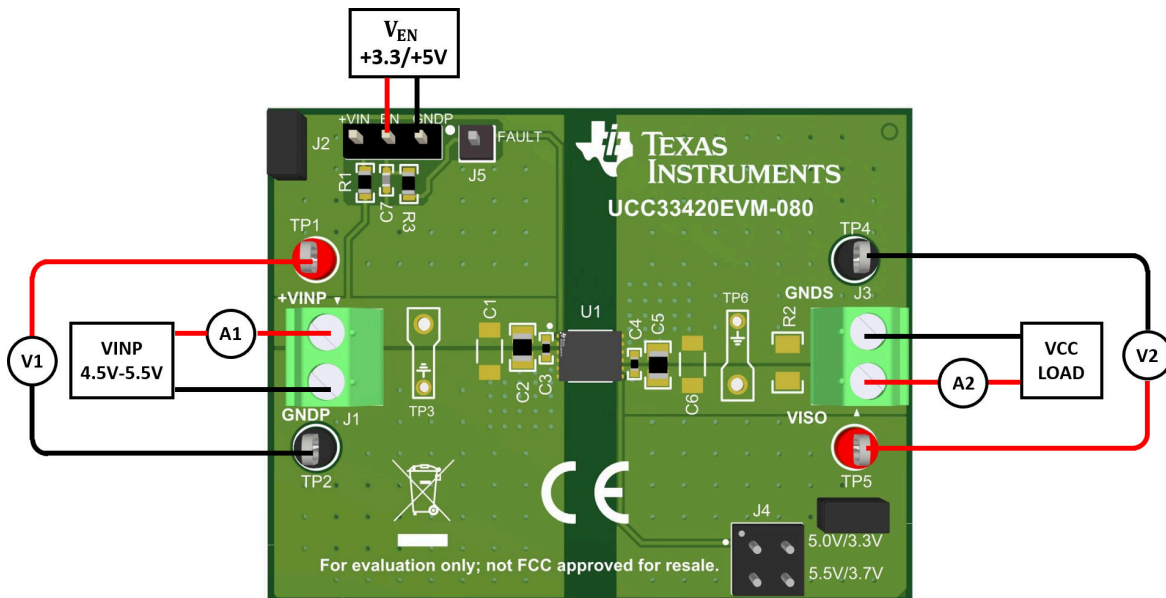

图 2-1. 典型效率测量设置
3. 在 J3:1 (V_{CC}) 和 J3:2 (GND_S) 之间连接一个可变负载。如果使用电子负载, 则设置为恒定电流 (CC) 300mA。在 EVM 通电之前, 将负载保持为禁用状态。
4. 当设置在低 mA 范围内时, 某些电子负载无法调节或无法稳定 CC。通过插入电流表来监测输入电流和负载电流, 如图 2-1 所示。电流探头可以与示波器结合使用, 以验证由电子负载调节的直流电流的稳定性。